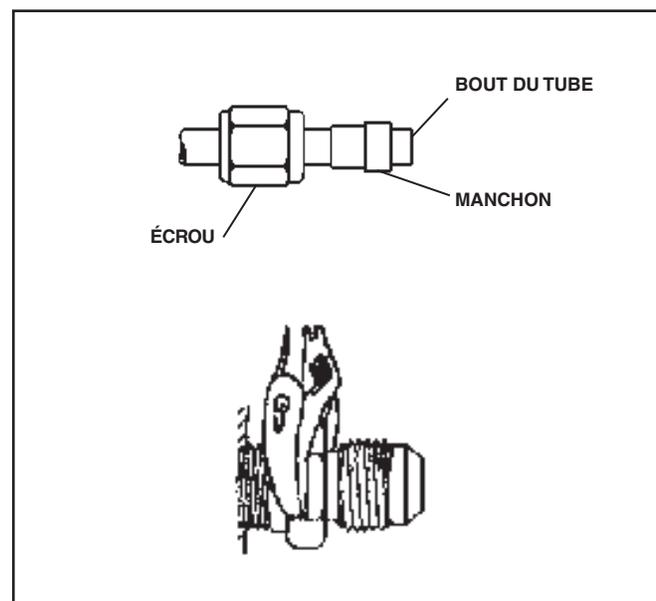

Figure 22 - Raccords SAE 37° JIC
2. Placer l'écrou et le manchon sur le tuyau. Les bouts filetés de l'écrou et le bout évasé du manchon doivent être en direction du bout du tuyau. Voir Figure 22.
6. Resserrer avec une clé au couple recommandé pour obtenir un joint étanche. Voir Figure 22. Voir le Tableau 3.